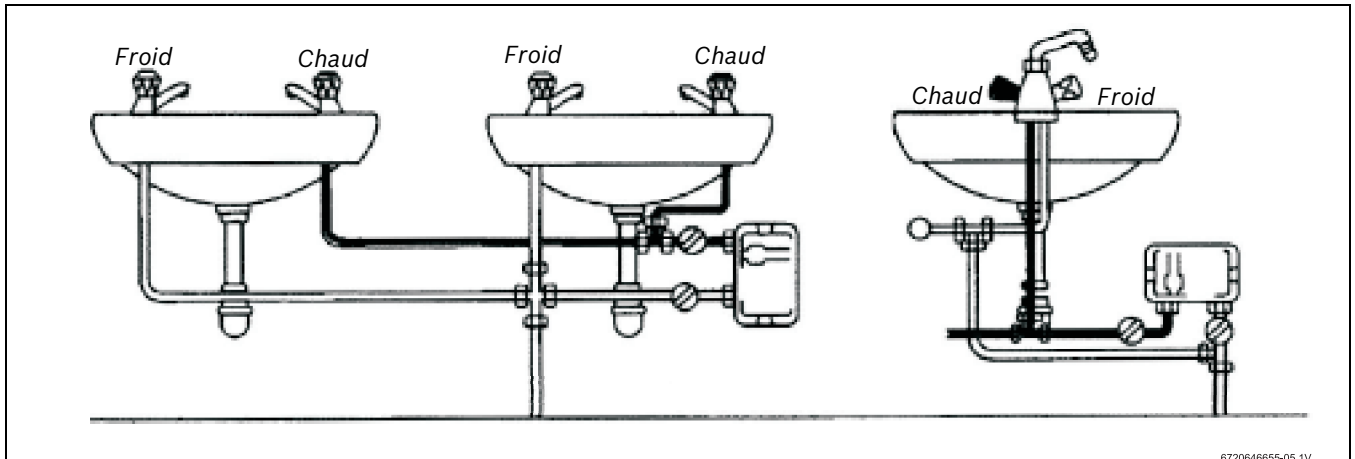

Fig. 6 Exemples d'installations
- The heater must only be wall mounted and positioned with the water connections located either at bottom or the right side of the unit see Fig. 6. Under no circumstances should the heater be mounted differently.
- ▶ Le montage doit être identique à celui indiqué Fig. 6 avec les raccords d'alimentation en eau en bas ou à droite de l'unité. La conduite d'eau chaude doit être le plus court possible en vue d'économiser l'énergie.